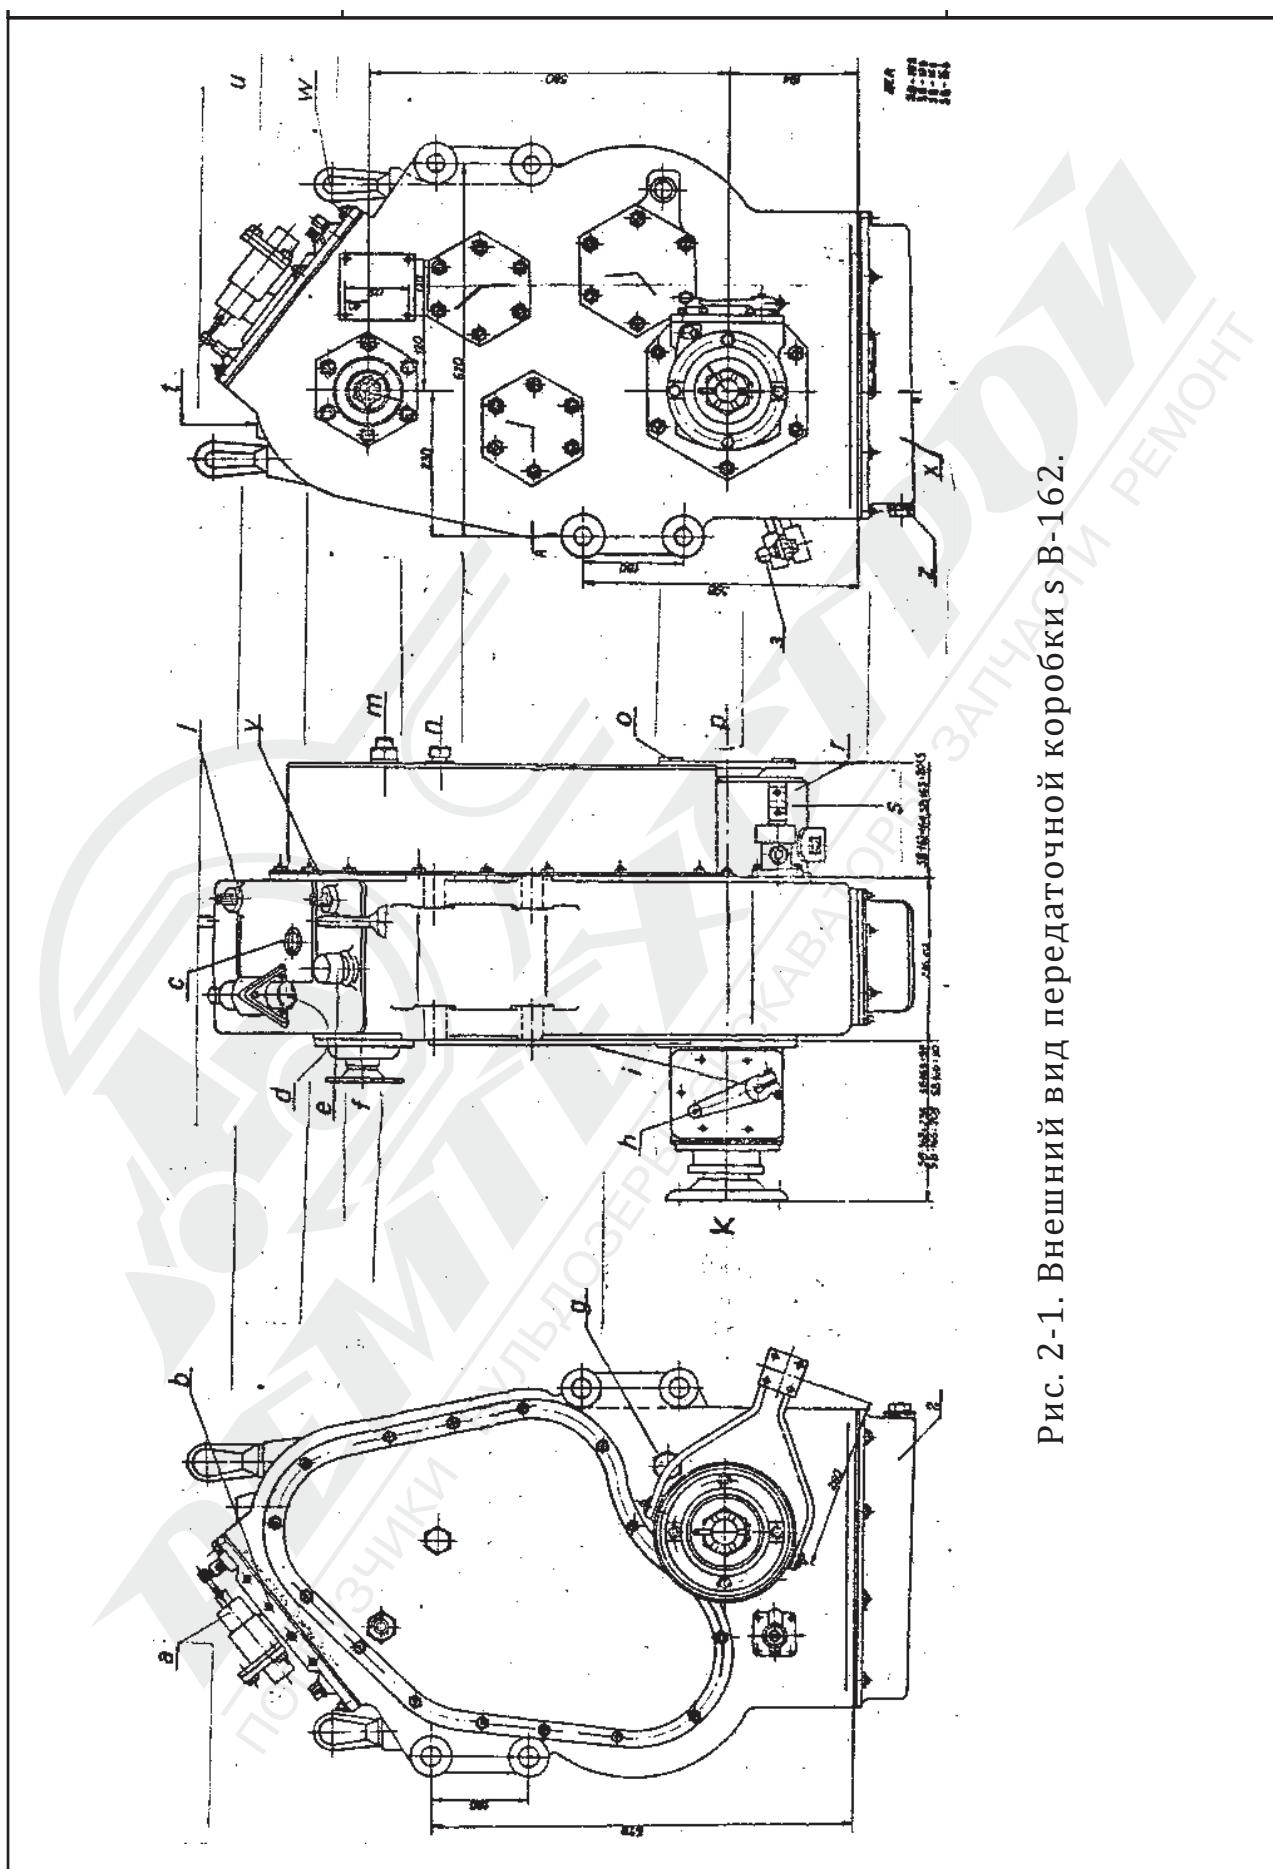

Рис. 2-1. Внешний вид передаточной коробки с В-162.
2.1.2. Техническое описание /рис. 2-1/
Служит для изменения диапазона скоростей и направления езда. Имеет четыре скорости прямого хода и четыре обратного хода. Состоит из неразъёмного корпуса, внутри которого находится пять валиков, посаженных в подшипниках качения и гильзы на которой посажены зубчатые колёса четырёх многодисковых муфт сцепления, стояночного ручного тормоза действующего на выходной вал и из управляющей крышки /рис. 2-1/.